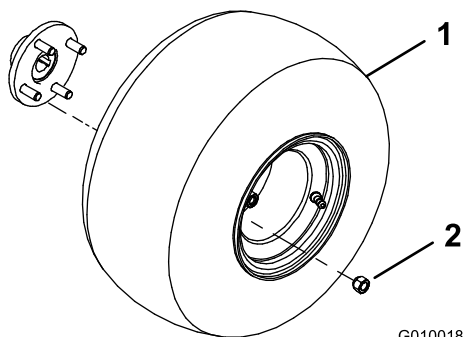

Рисунок 4
2. Установите колесо в сборе на каждую ступицу заднего колеса с помощью 4 зажимных гаек (Рисунок 4).